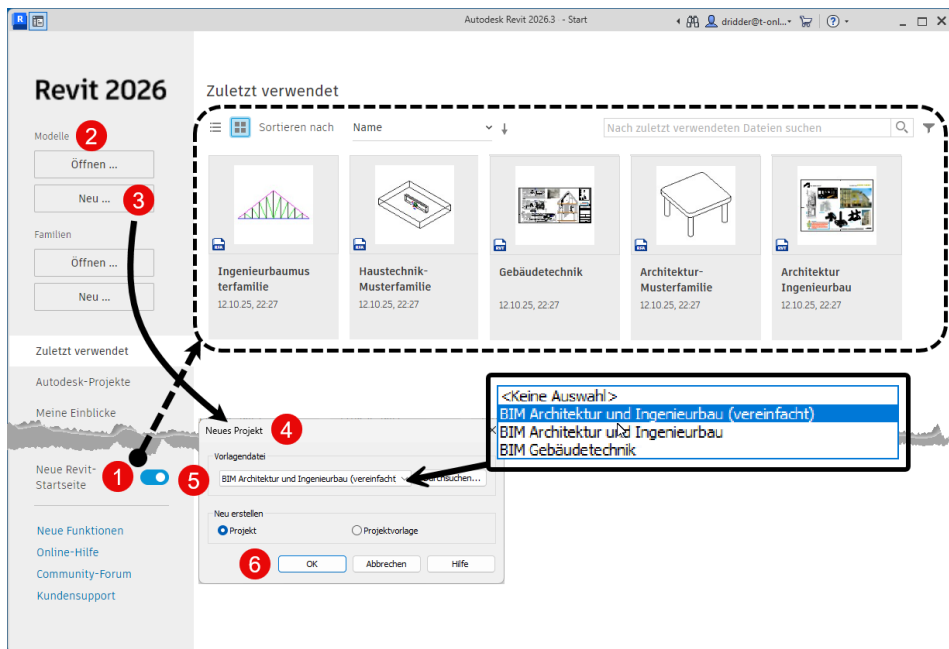
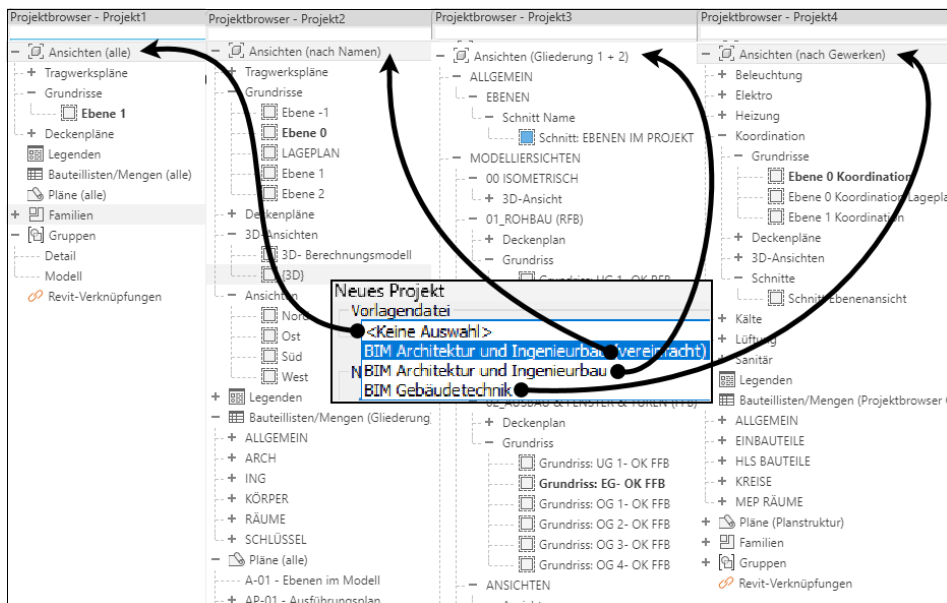

Abb. 1.5: Neue Startseite von Revit mit Projektstart
Abb. 1.6: Projektbrowser der einzelnen Vorlagen
Revit zeigt nach dem Programmstart seine Startseite an (Abbildung 1.5). Darin können Sie in der aktuellen Version 2026 auf ein neues Format **1** umschalten. Dieses Format bietet neue Möglichkeiten zur Sortierung und Vorschau der bisherigen *Projekte* und *Familien* an.
Zu Beginn eines neuen Projekts bzw. Modells werden Sie noch nach der Vorlagendatei gefragt (Abbildung 1.5). Für unsere Konstruktionen soll die vorgegebene Vorlage BIM ARCHITEKTUR UND INGENIEURBAU (VEREINFACHT) ④, ⑤ verwendet werden. Mit der Wahl der spezifischen Vorlage bestimmen Sie die gewünschte Disziplin bzw. die gewünschte logische Gliederung in verschiedene Gewerke (Abbildung 1.6).
Die verschiedenen Vorlagen unterscheiden sich in der Projektstruktur und der Sichtbarkeit der verschiedenen Elemente (Abbildung 1.6). Dies zeigt sich deutlich an der unterschiedlichen Strukturierung im Projektbrowser. In den anderen Vorlagen finden sich zusätzliche Konstruktionsebenen z.B. für die vereinfachte Positionierung von Installationselementen mit passenden Höhenvorgaben.